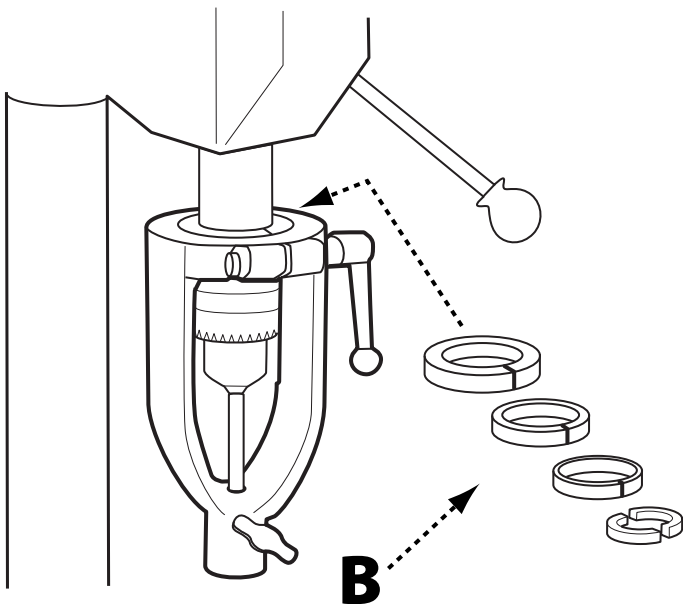

FIGURE 2
Utilisez plusieurs combinaisons de bagues en deux pièces et fendues (B) avec le porte-burin pour trouver la combinaison qui correspond au diamètre du fourreau. Voir la Figure 2. Lorsque vous avez trouvé la bonne combinaison, le porte-burin doit s'ajuster parfaitement autour du fourreau.